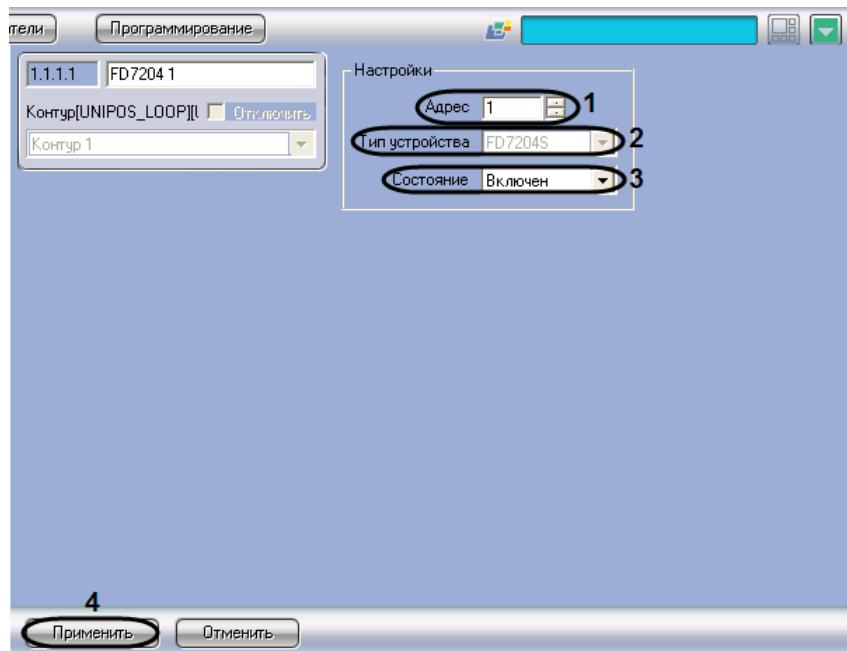

Рис. 3.6-14 Задание параметров адресной сирены FD7204
- Перейти на панель настройки объекта **FD7204** (Рис. 3.6-14)
- В поле **Адрес** ввести с помощью кнопок **вверх-вниз** адрес сирены **FD7204** в CAN-сети *ОПС Unipos* (см. Рис. 3.6-14, 1).
Примечание. В поле **Тип устройства** автоматически отображается тип подключенной сирены (см. Рис. 3.6-14, 2).
- Из раскрывающегося списка **Состояние** выбрать состояние (**включен/выключен**) сирены **FD7204** (см. Рис. 3.6-14, 3).
- Для сохранения настроек во внутренней базе данных ПК *Интеллект* нажать кнопку **Применить** (см. Рис. 3.6-14, 4).